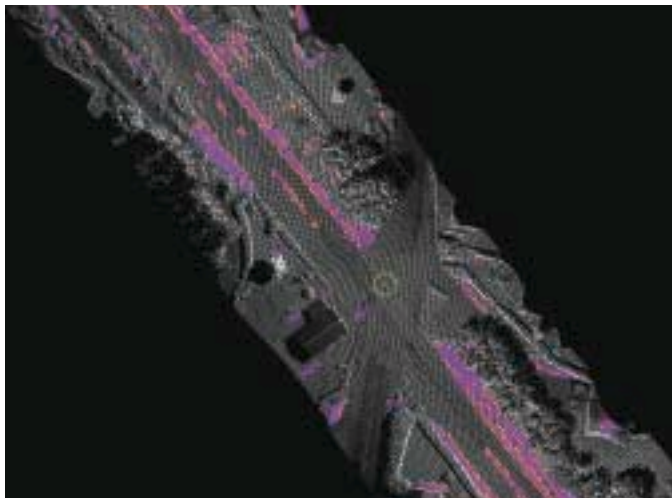

Figure 6
- Un filtre repère les éléments caractéristiques du terrain comme les talus par études des ruptures de pentes sur les points du MNT. (figure 6)